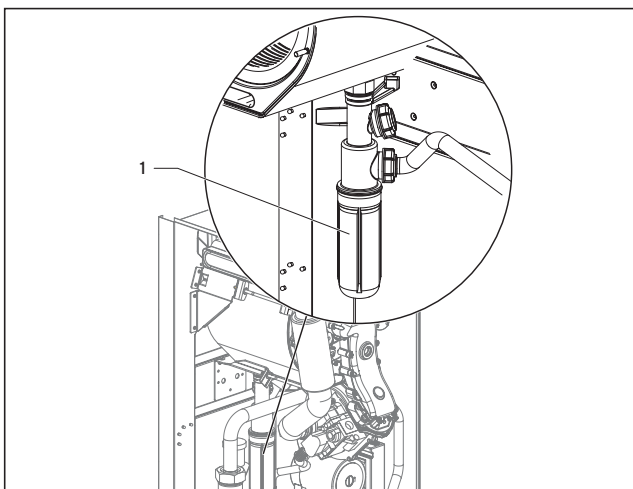

Рис. 5.2 Заполнение сифона
- Отвинтите нижнюю часть (1) сифона конденсата (рис. 5.2).